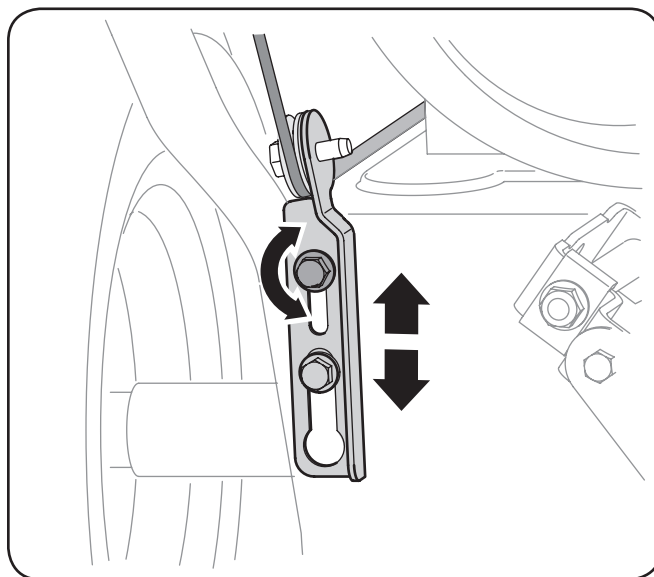

Figura 3-23
4. Deje la barrena engranada durante aproximadamente diez (10) segundos antes de soltar el control de la barrena. Repita esta operación varias veces.
7. Para volver a ajustar el cable de control, afloje la tuerca hexagonal superior en la ménsula del cable de la barrena. Vea la Figura 3-23.